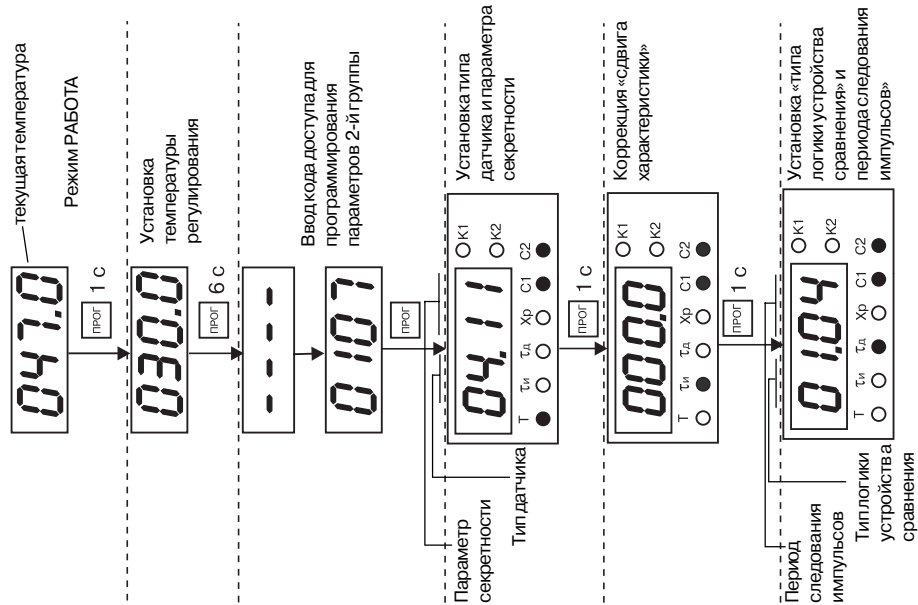

Рисунок 20
Находясь в режиме РАБОТА нажать кнопку  и удерживать ее в течение 1 с, в результате чего попадаем в режим задания уставки регулятора (рис. 20 и 21).
6.3.3.1.1. Ввести **код доступа 0107** кнопками  и  (анал. п. 6.3.2.2), рисунок 20.